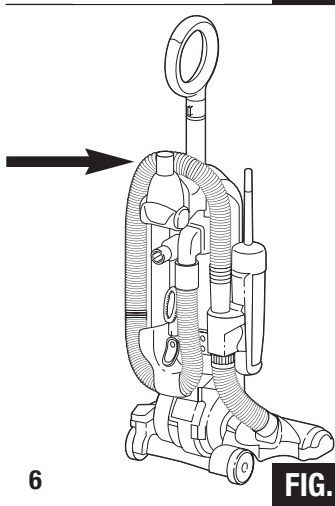

FIG. 4
Step 6: Place the hose on the back of the vacuum, wrapping it up and over the hose hook as shown (FIG. 4).
Étape 6 : Insérez le tuyau à l'arrière de l'aspirateur, en le posant sur le crochet du tuyau comme indiqué sur le dessin (FIG. 4).
Paso 6: Coloque la manguera en la parte trasera de la aspiradora, envolviéndola por arriba y sobre el gancho de la manguera como lo muestra la ilustración (FIG. 4).